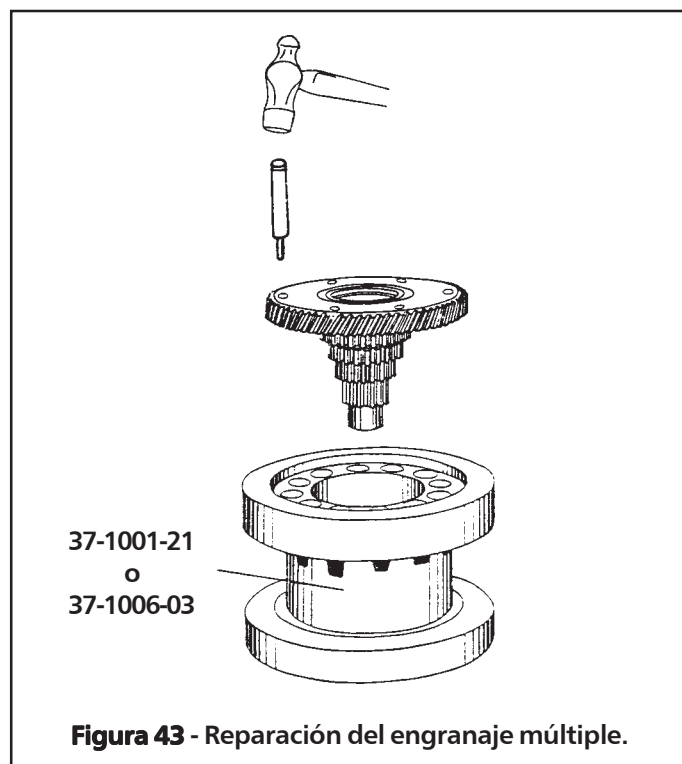

Figura 43 - Reparación del engranaje múltiple.
2. Coloque todo el conjunto sobre la herramienta 37-1001-21 ó 37-1006-03 como se muestra en la figura 43.